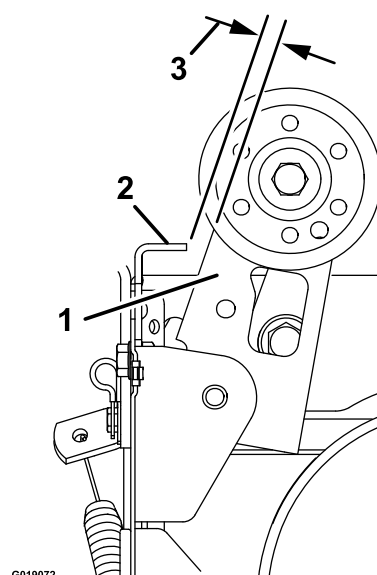

Figura 36
3. Ajuste el tensor hasta que el espacio entre el conjunto del embrague del cepillo y la pestaña sea de 3,2 mm (1/8 pulgada) (Figura 36).